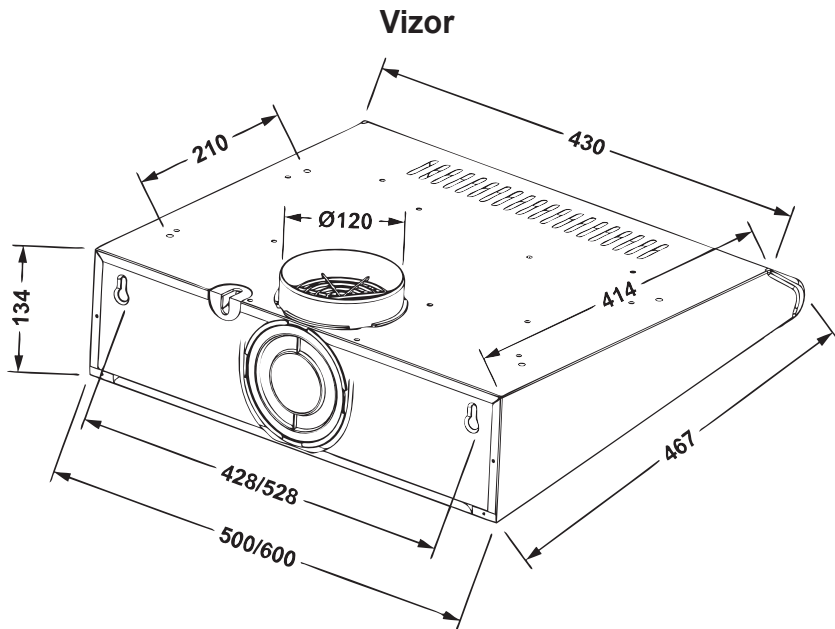

Рис. 3
**«Vizor» Ø 3мм. (рис.3).**
- для витяжки «Vizor» - 2 або 4 шурупами ПКГ 4 x 12 з шайбами 4, які вкручуються зсередини витяжки в отвори, розташовані на верхній площині корпусу **(рис.3)**.
**В режимі рециркуляції (рис.3)** витяжка не підключається до вентиляційної шахти кухні та повітря проходить через встановлені у витяжці фільтра: перфорована решітка з жиропоглинаючим елементом і вугільний запаховловлюючий фільтр (купуються окремо) і повертається назад в кухню через вентиляційні пази **C**.